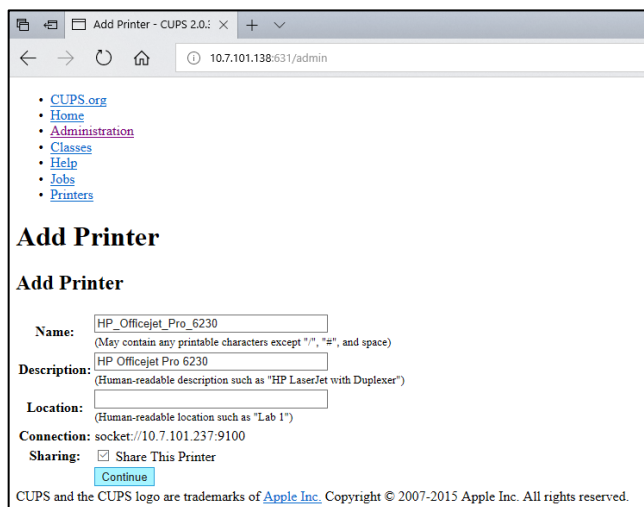

図 79. プリンターを追加画面。
5. **Share this printer**（このプリンターを共有）を選択し、**Continue**（続行）を押します（図 79）。